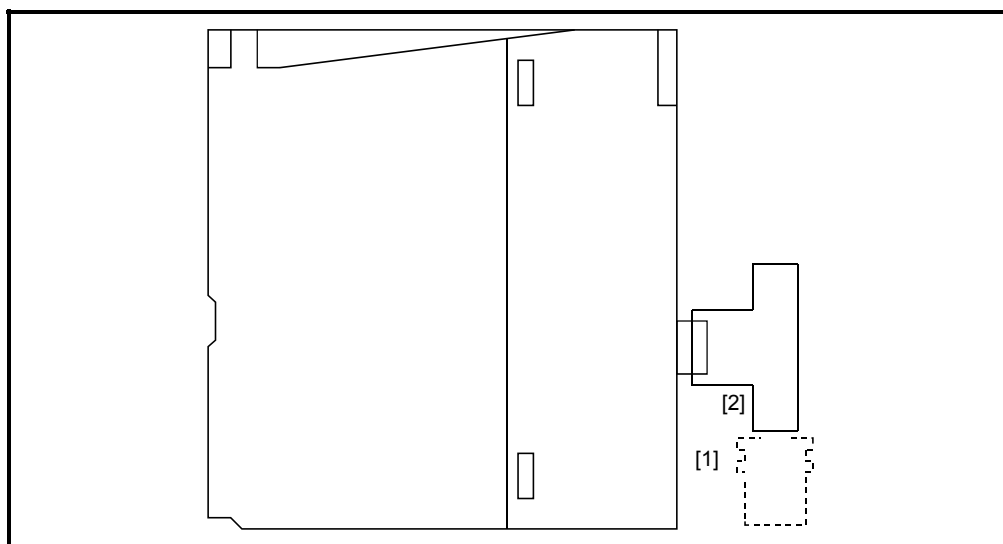

図5.3 10BASE2同軸ケーブル接続図
- (手順1) 図5.3に示した[1]の溝と[2]の爪を合わせながら押し込みます。